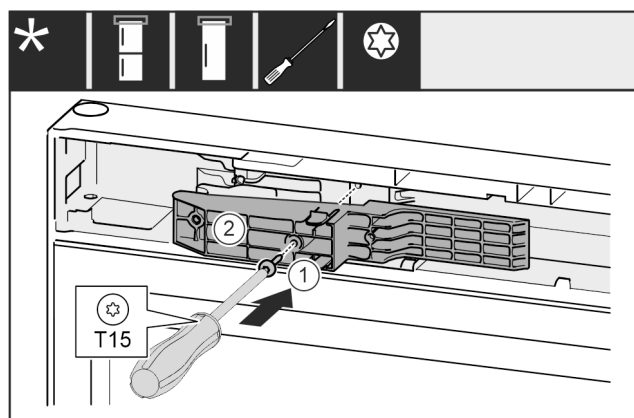

Fig. 54 *
- Placer l'adaptateur Fig. 54 (1) côté poignée dans l'évidement.*
- Serrer la vis Fig. 54 (2) avec un tournevis.*